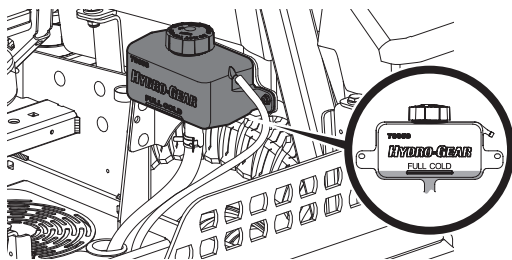

Figure 49
2. Tournez le bouchon du réservoir dans le sens antihoraire pour le retirer, puis vérifiez le niveau d'huile dans le réservoir. L'huile doit être visible au fond de la coupelle, mais le niveau d'huile ne doit PAS être supérieur à la ligne « FULL COLD » (Figure 49). **NE REMPLISSEZ PAS LE RÉSERVOIR.**